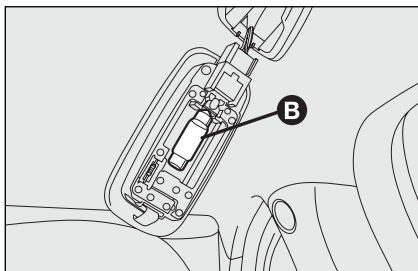

fig. 41
- maak de lamp **B**-fig. 41 los uit de veercontacten aan de zijkant en vervang hem; controleer of de nieuwe lamp goed vastzit in de veercontacten.